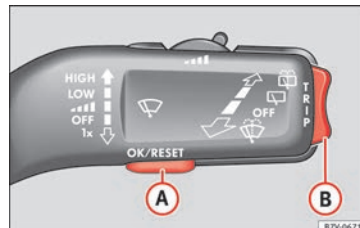
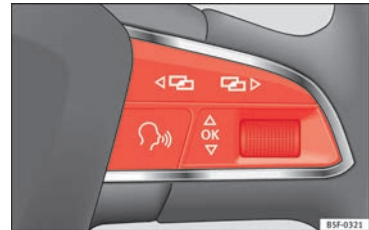

Fig. 44 Palanca del limpiaparabrisas: teclas para utilizar los menús del cuadro de instrumentos.
Fig. 45 Volante multifunción: teclas para utilizar los menús del cuadro de instrumentos.
- Si se visualiza un mensaje o el pictograma del vehículo, pulsar la tecla **OK** (» fig. 44 **A**) o bien » fig. 45).
- Pulse la tecla basculante » fig. 44 **B** hacia arriba o hacia abajo, o bien, en el volante